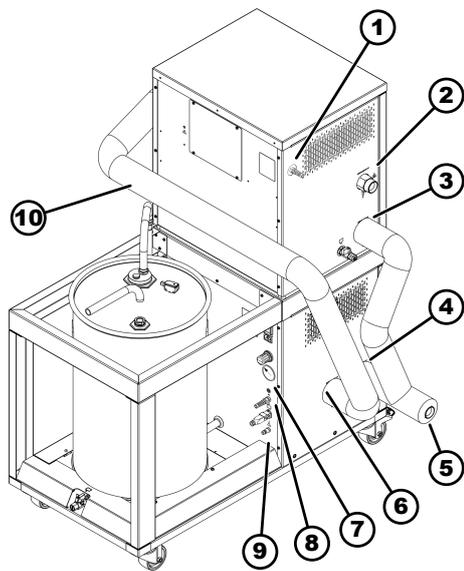

Fig. 11 : Assemblage sans appareil de thermorégulation
- ▶ Le Régulateur de débit est prêt à l'emploi sur l'Unité de remplissage et de vidange. Les tuyaux sont isolés. Vous disposez d'un petit tuyau courbé équipé d'un raccord en T (5) et d'un long tuyau courbé (10, Fig. 11).
- 5. Vissez l'autre extrémité du tuyau sur le raccord OUTFLOW XT/P (6, Fig. 11) de l'Unité de remplissage et de vidange.
- 6. De ce côté des deux appareils, vissez le tuyau court muni d'un raccord en T sur le raccord inférieur. Le raccord est identifiable grâce à la mention RETURN XT/P (4, Fig. 11).
- 7. Vissez l'autre extrémité du tuyau sur le Régulateur de débit. Le raccord est identifiable grâce à la mention RETURN XT/P (3, Fig. 11).
13. Vissez l'autre côté sur le raccord d'entrée du Régulateur de débit. Le raccord d'entrée est identifiable grâce à la mention OUTFLOW XT/P (2, Fig. 11).
14. Prenez le câble LiBus (8, Fig. 11) de l'Unité de remplissage et de vidange, enfoncez-le dans la douille LiBus d'Integral XT, puis vissez dans le sens horaire.
15. Enfoncez et vissez le raccord en T (EKS 073) pour LiBus sur la douille LiBus (7, Fig. 11) de l'Unité de remplissage et de vidange.
16. Raccordez la fiche du câble LiBus (1, Fig. 11) du Régulateur de débit à une douille LiBus du raccord en T (7) de l'Unité de remplissage et de vidange.
18. Alimentez l'Unité de remplissage et de vidange en air comprimé. Enfichez ensuite le flexible d'air comprimé sur la connexion (9, Fig. 11) de l'Unité de remplissage et de vidange.